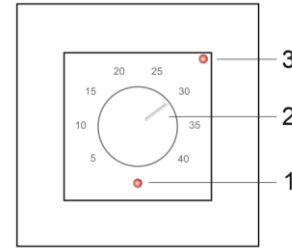

Рисунок 3 – индикаторы и органы управления терморегулятором.
3. Выкрутите регулятор температуры 2 в максимальное положение. Индикатор 3 нагрева загорится и встроенное реле включит нагрев (Рис.3).